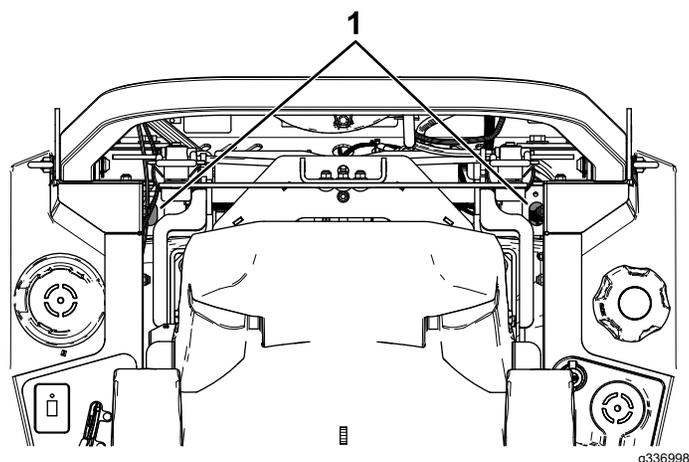

Рисунок 68
4. Вставьте удлинитель с головкой на 7/16 дюйма через отверстия в верхней части машины рядом с креплениями защитной дуги и наденьте головку на вентиляционную пробку (Рисунок 68).